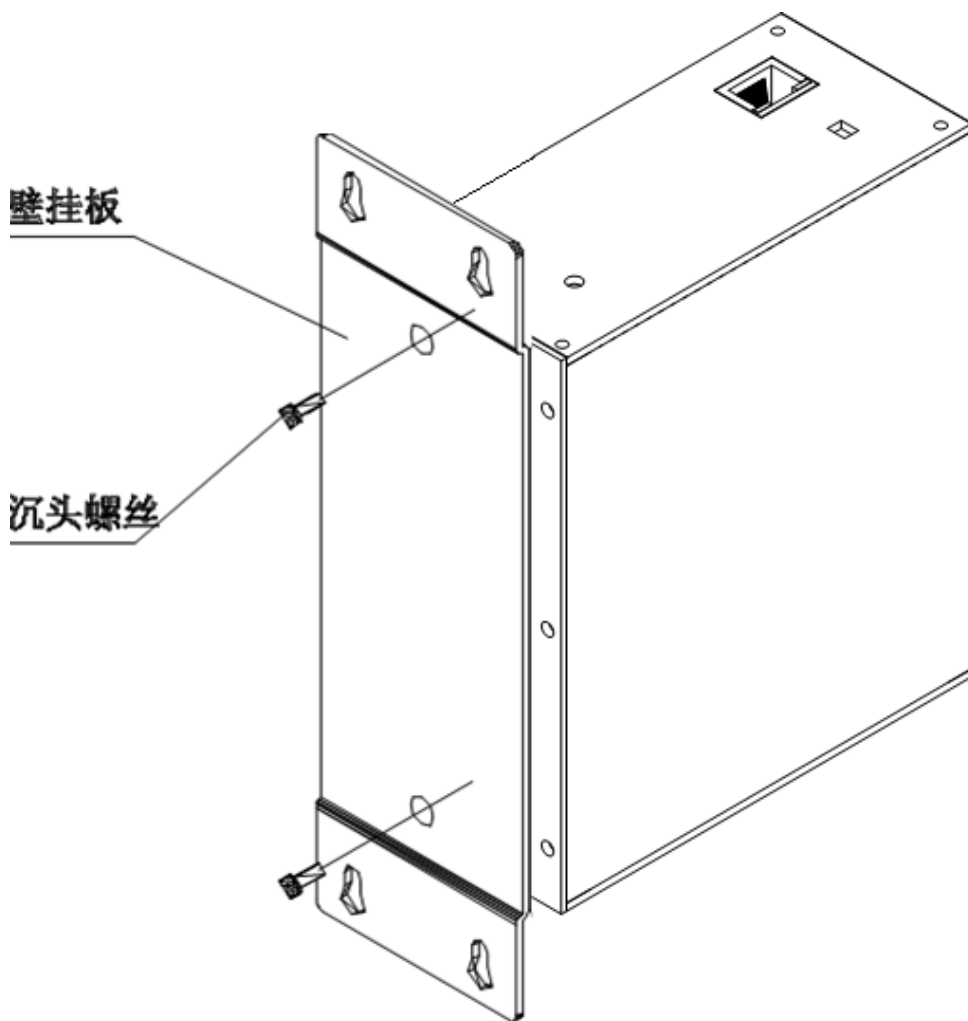

图 4-4 安装壁挂板
2. 从包装中取出壁挂板和壁挂板安装螺丝（十字槽沉头螺丝 M3×6）。使用十字螺丝刀将壁挂板安装到原先安装 DIN 卡轨连接座的位置，壁挂板的安装方向如图 4-4 所示。